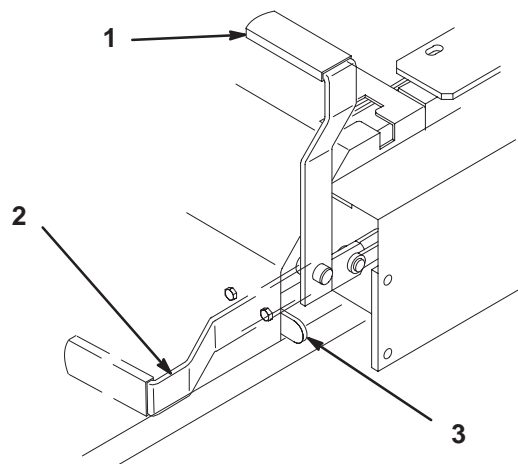

Figure 10
2. Tirez le frein de stationnement en arrière et vers le haut pour le serrer (Fig. 10). Une fois **serré**, le frein de stationnement ne doit plus bouger.
1. Poussez le levier du frein de stationnement vers l'avant et vers le bas afin de le desserrer (Fig. 10). Le frein de stationnement est **desserré** et le levier est en appui contre la butée du frein.